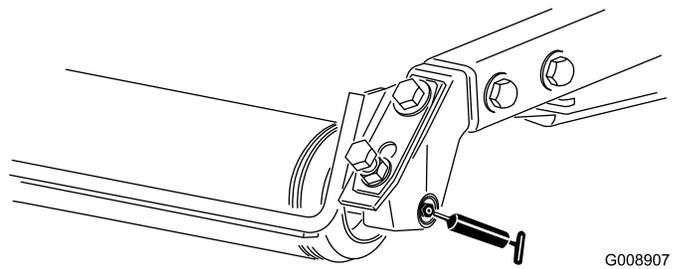

図 41
- ・ 後ローラのベアリング (各Cuttingユニットに2ヶ所) (図 41)